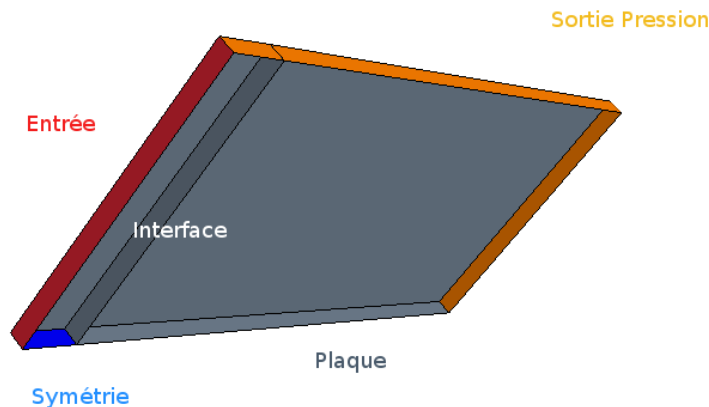

FIGURE 17 – Types des conditions aux limites
2. Cliquer sur chacune des limites et entrer son type (voir Fig. 17).